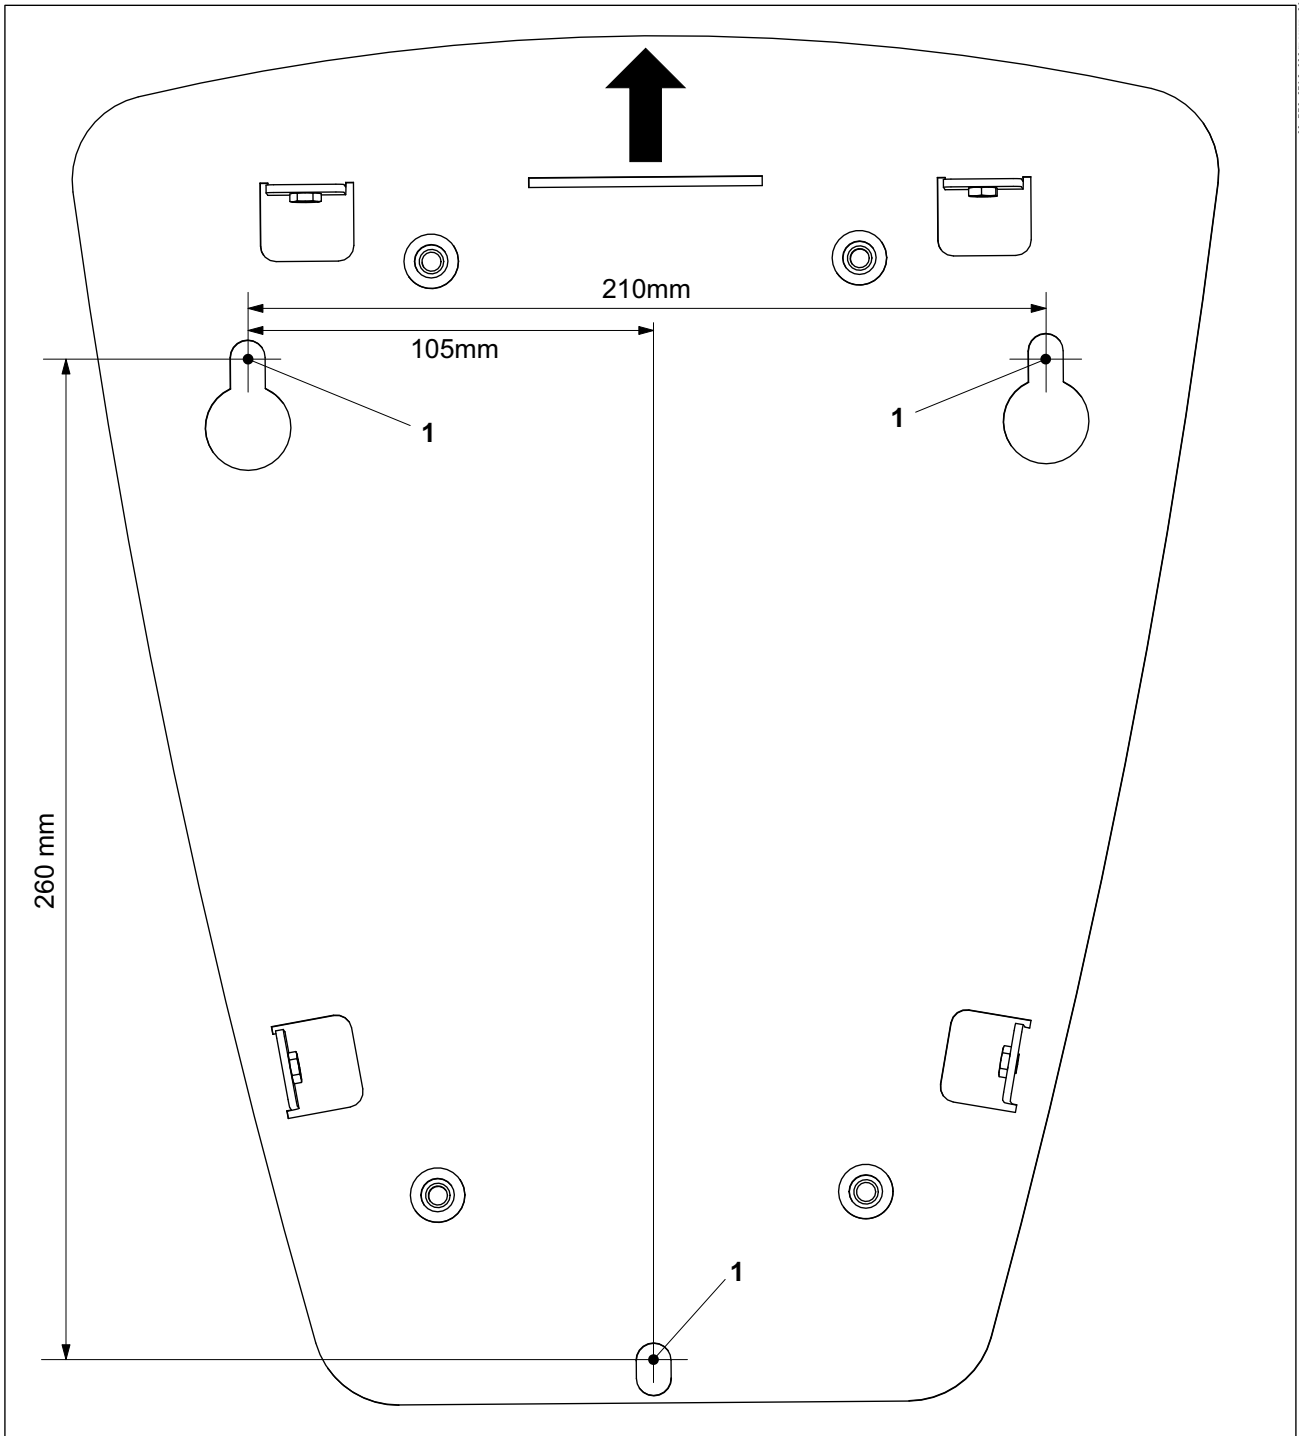

Fig. 1 Schema dei fori per la Heidelberg Wallbox Home Eco
1. Sulla parete segnare la posizione dei tre fori di fissaggio (fig. 1/1) secondo lo schema dei fori.